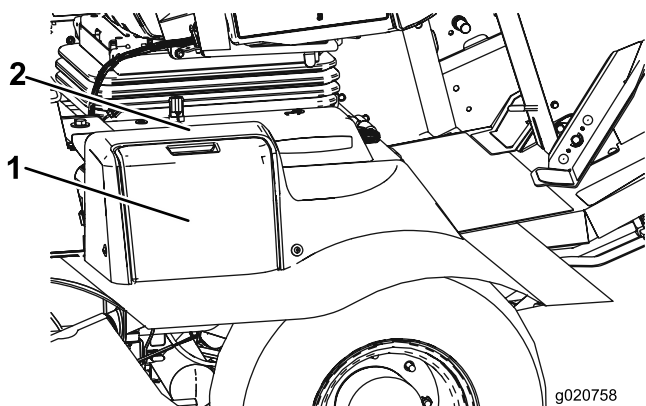

Figura 54
1. Abra a cobertura da bateria (Figura 54). no lado do resguardo.
Nota: Pressione a superfície plana por cima da cobertura da bateria para facilitar a remoção da cobertura (Figura 54).